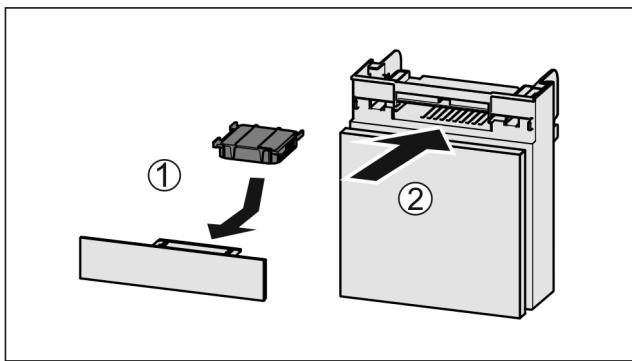

Fig. 124
- ▶ Actiefkoolfilter overeenkomstig afbeelding aanbrengen Fig. 124 (1).
- ▶ Lade erin schuiven Fig. 124 (2).